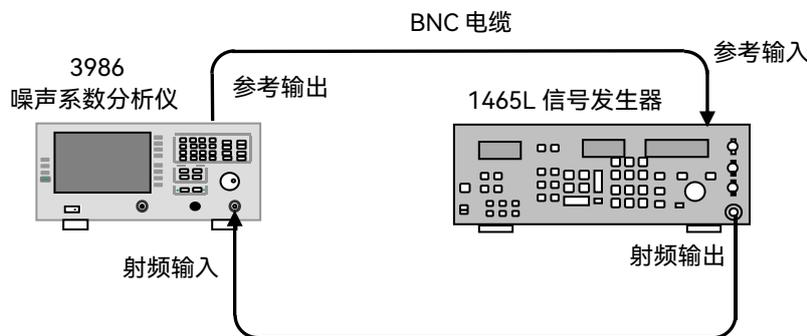

图 8.2 频率调谐准确度测试框图
**步骤 1.** 如图 8.2 所示连接测试设备, 开机预热 30min。